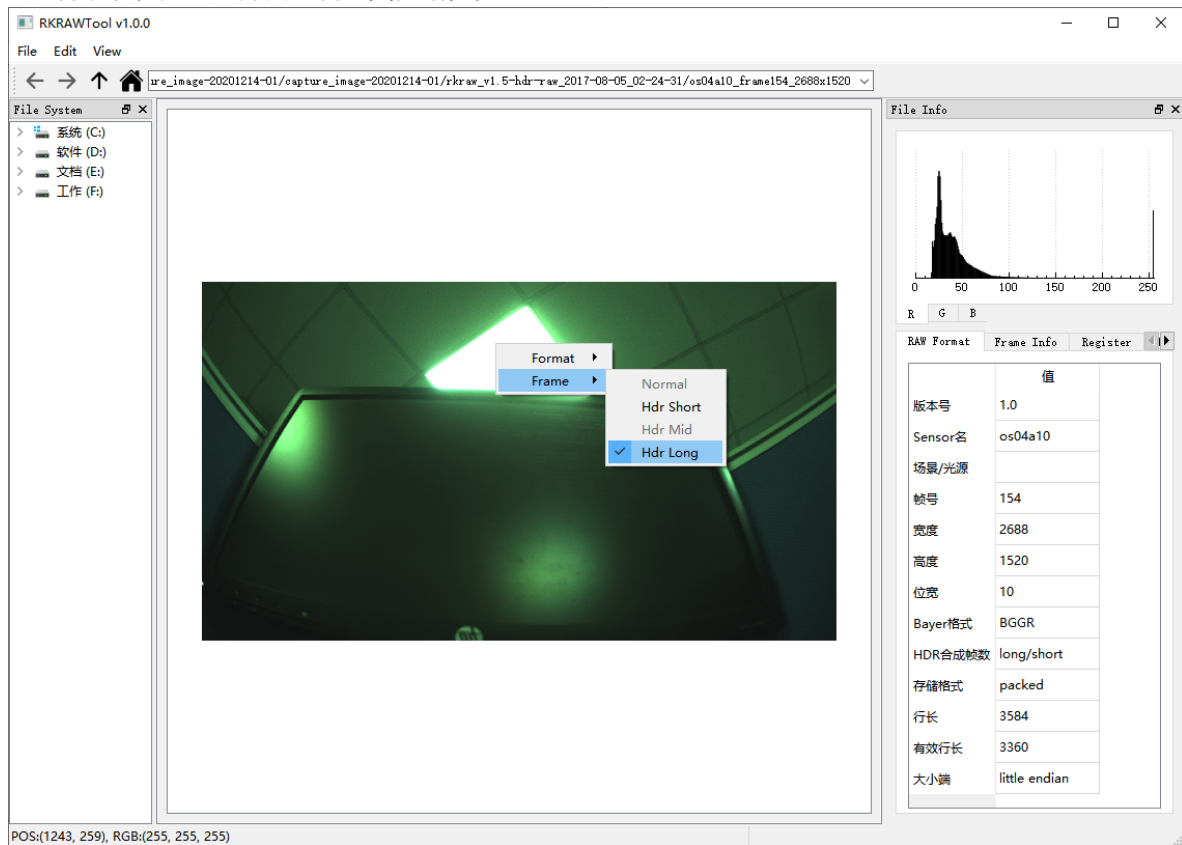

图2-5-2
2.播放窗口，右击显示区域可以切换GRAY/RGB、Normal/Hdr Short/Mid/Long(仅支持RKRawV2格式)，如图2-5-2所示；
4.显示RKRawV2格式的相关信息 RAW Format/Frame Info/Register/ISPP Register/Platform Info , 如图2-5-2所示；